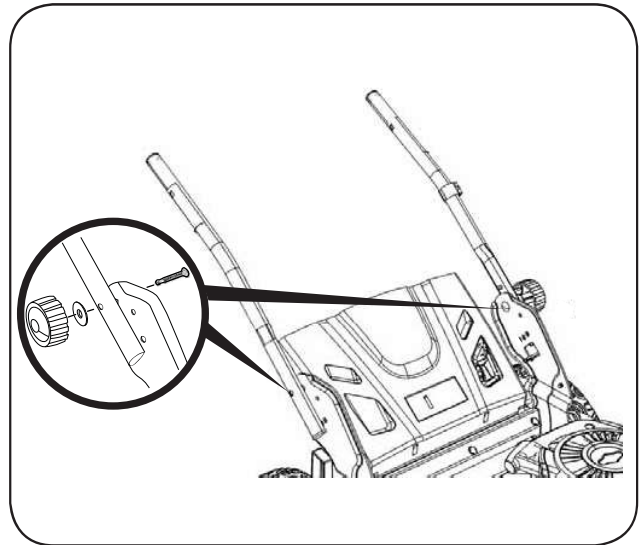

Figura 2
3. Alinee cada lado de pendiente de calibre con el objeto vertical (consultar Figura 1 and Figura 2 ).
4. Ajuste el pendiente de calibre arriba o hacia abajo hasta los toques esquina izquierda el pendiente (consultar Figura 1 and Figura 2).
5. Si hay un espacio par debajo de la pendiente de calibre, el pendiente es demasiado escarpado por operación segura (consultar Figura 2 above).
1. Si bien la estabilización de cortacésped por lo que no se mueve, fije la manija inferior con tuercas, arandelas y tuercas de mariposa (Figura 2).